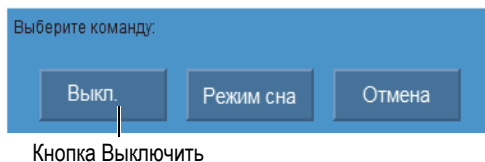

Рис. 1-3 Кнопка Выключить
Появится сообщение «Выберите команду» (см. Рис. 1-3 на стр. 12).
2. Выберите **Выкл.** (см. Рис. 1-3 на стр. 12).